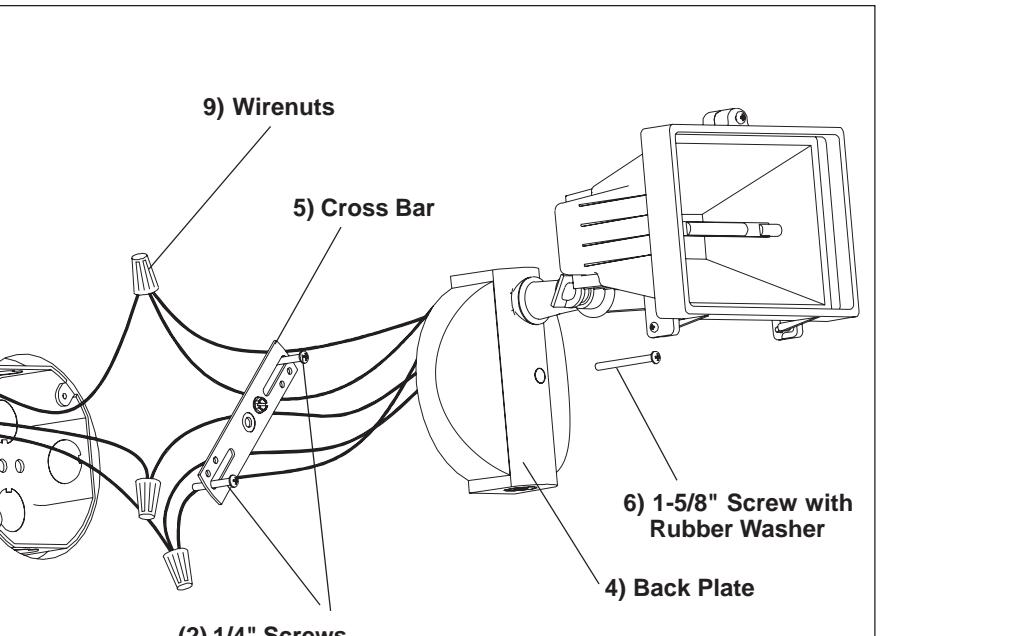

Figure 2
- Installer la traverse à la boîte de jonction à l'aide des (2) vis de 1/2 po (cette dimension peut varier selon l'installation).** **Voir la Fig. 2.**
- Install Cross Bar to junction box using (2) 1/2" Screws (choose size depending on your requirements). See Fig. 2.
- Instale la Barra Transversal caja de ensambladura utilizando (2) tornillos de 1/2" (escoja el tamaño dependiendo de sus requisitos). Vea Fig. 2.